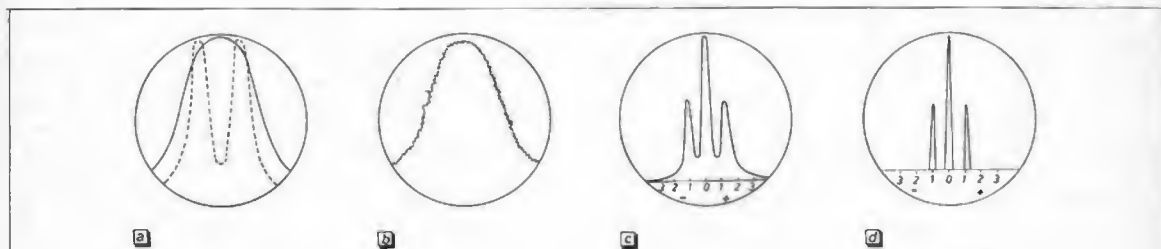

figura 3
I requisiti c) e d) costringono a delle complicazioni non facilmente conciliabili con la semplicità ed economia, d'altra parte la necessità della riduzione della banda passante risulta abbastanza evidente; se si lascia la selettività di 2 kHz, più che soddisfacente per il panoramico, ma si riduce lo scandaglio a 8 kHz, una emissione non modulata, che occupa una porzione di spettro praticamente nulla, appare sullo schermo come una traccia ampia e larga, la quale riproduce la forma della banda passante del nostro amplificatore FI (figura 3 a o b).
Una traccia del genere non ha utilità alcuna, infatti (figura 3 a) se invece di una portante non modulata, ce ne sono due adiacenti (segnate in tratteggio sulla figura 3 a) la traccia luminosa le comprende globalmente e noi vediamo la stessa figura un po' più allargata, la cui ampiezza fluttua continuamente, essendo questa dipendente dalle relazioni di fase relative ai due segnali e alla velocità di scandaglio, istante per istante.
Se la portante è modulata con una nota persistente, ad esempio 1000 Hz, la traccia (figura 3 b) appare seghettata.
- c - Se la banda passante si riduce a 200 kHz, la portante modulata prende un aspetto molto diverso dalla figura 3 b. Questa immagine, sebbene non riproduca fedelmente la situazione reale, è una delle migliori che ci si può aspettare dall'adattatore.
Riducendo la banda passante a 200 Hz, la portante modulata con BF persistente, assume un aspetto più realistico (figura 3 c). In effetti, l'aspetto ideale, prossimo al vero, sarebbe quello di figura 3 d, tre guizzi indipendenti, in cui le frequenze laterali sono distanziate da quelle di centro (portante) di un ammontare pari alla frequenza della BF.
La figura 3 d sarebbe ottenibile con una banda passante di 20 Hz e una velocità di scandaglio minore di mezzo periodo al secondo, per questo l'abbiamo definita ideale, in quanto realizzabile solo con ottimi analizzatori, ben più complessi del nostro adattatore.